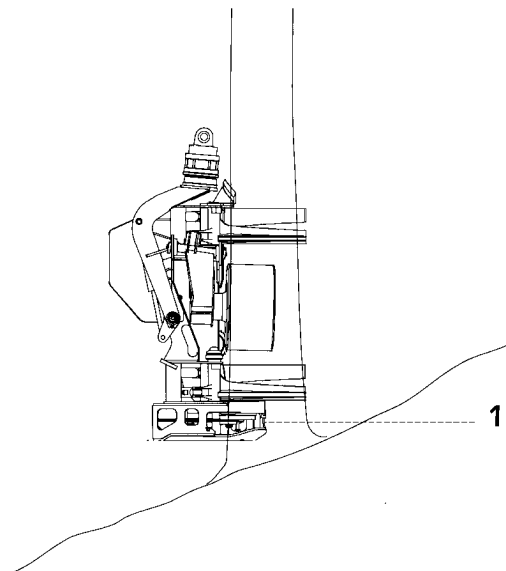

Abb. 1
Geben Sie auf die Spitze der Sägeschiene acht, wenn Sie den Baumstamm so nahe am Boden kappen, siehe Abb. 1.
Der Impulsgeber (1) wird von der Messwalze über die Kupplung (2) angetrieben (siehe bild. 1).